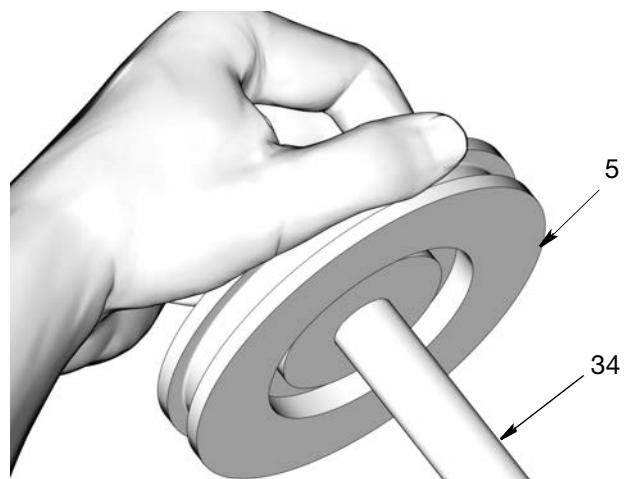

图 31
6. 推活塞 (5) 在活塞杆 (34) 的端头上，直至其位于杆上 (图 31)。
7. 将螺母 (37) 安装在活塞杆 (34) 上。使用两个扳手以相反方向用力，拧紧螺母。用一个开口扳手固定住活塞杆的平面，使用另一个扳手拧紧螺母，如图 31。用 13 至 15 英尺磅 (17.6 至 20.3 牛·米) 的扭力拧紧螺母。